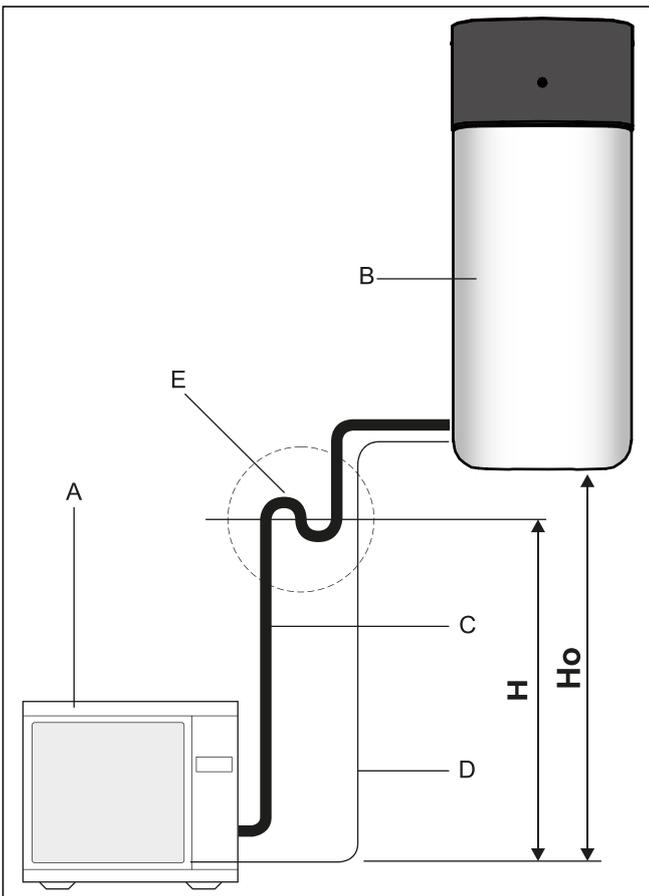

Bild 4-46 Ölfangbogen Kältemittelleitung
- Erforderlich, wenn das Innengerät nicht ebenerdig zum Wärmepumpenaußengerät installiert wird (Bild 4-46, HO ≥ 10 m).
- Mindestens ein Ölfangbogen muss für alle 10 m Höhenunterschied installiert werden (Bild 4-46, H = Abstand von Ölfangbogen zu Ölfangbogen).
Tab. 4-10 Legende zu Bild 4-46